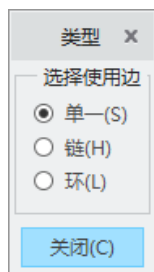
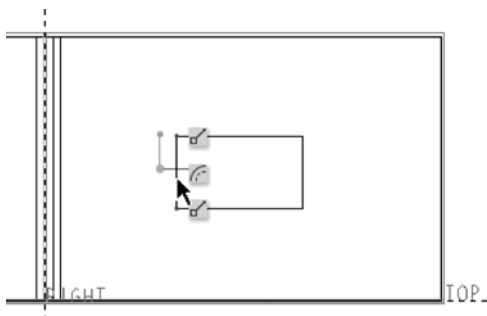

图 5-39 “类型”对话框
图 5-40 绘制折弯线
(5) 系统弹出“参考”对话框(平时在内部草绘器中, 可通过在“草绘”选项卡中选择“设置”→“参考”工具命令来打开“参考”对话框), 指定绘图参考, 例如增加选择 TOP 基准平面作为绘图参考, 单击“关闭”按钮以关闭“参考”对话框。在“草绘”选项卡的“草绘”组中单击 (投影) 按钮, 弹出图 5-39 所示的“类型”对话框, 选择“单一”单选按钮, 在图形窗口中单击图 5-40 所示的边线, 然后在“类型”对话框中单击“关闭”按钮。完成折弯线绘制后, 单击 (确定) 按钮。